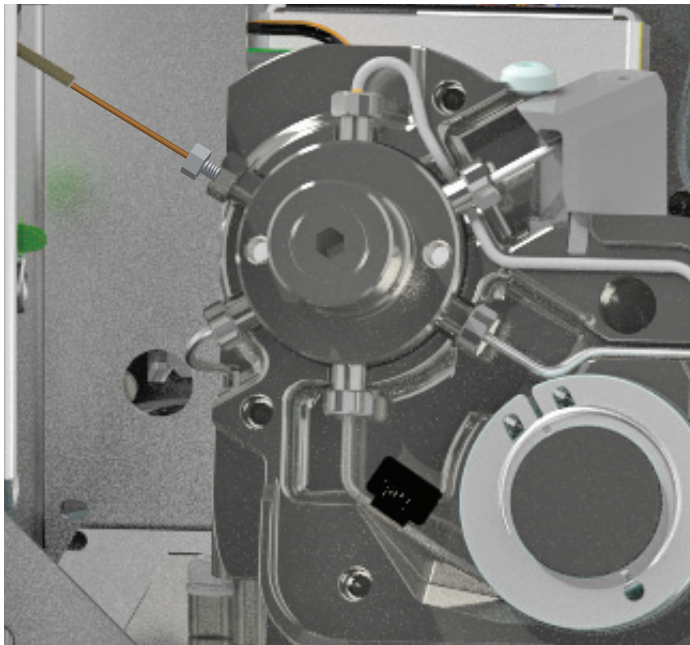

Рис. 28. Линия передачи, прикрепленная к 6-портовому крану
- 14 Аккуратно вставьте кварцевую трубку в фитинг переходника (гайка диаметром 1/4" уже установлена в 6-портовый кран) до упора. Вставьте полиимидную ферулу с гайкой 3/16" в гайку 1/4". Закрутите рукой гайку 3/16", затем затяните ключом еще на 1/4 оборота. См. **Рис. 28**.